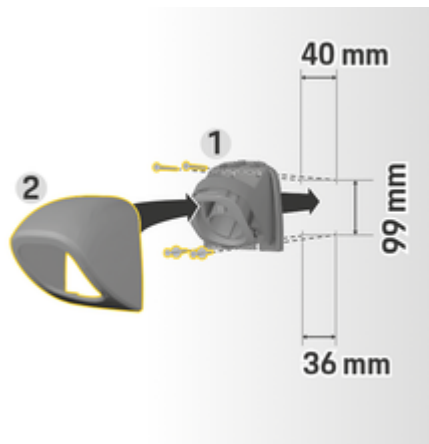

Fig. 3: foratura
1. Rimuovere il supporto del connettore **1** (Fig. 3) dalla copertura **2** (Fig. 3).
4. Avvitare il supporto del connettore **1** (Fig. 3) al muro.
5. Posizionare la copertura **2** (Fig. 3) dal basso sul supporto del connettore **1** (Fig. 3) e premere verso l'alto.